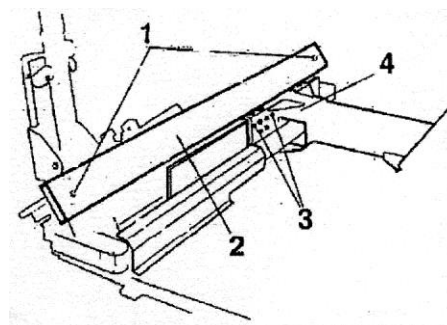

Рисунок 36
- e) Ослабьте четыре контрольные стопорные гайки (поз. 1, Рисунок 36).
- f) Закрутите шесть контрольных винтов на скользящем башмаке (поз. 2, Рисунок 36) на четверть оборота.
- h) Закрутите четыре контрольные стопорные гайки (поз. 1, Рисунок 36).